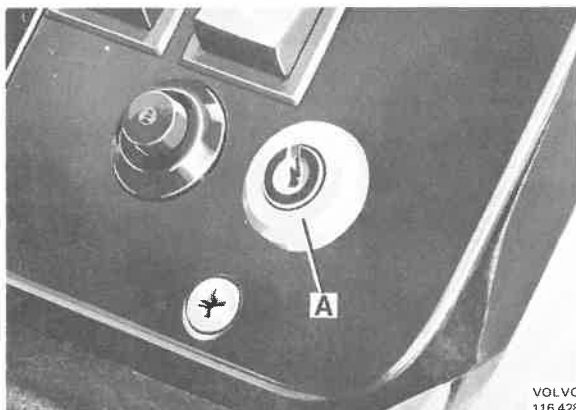

Fig. 34-6. Ignition
2. Remove the nut (A, Fig. 34-6).